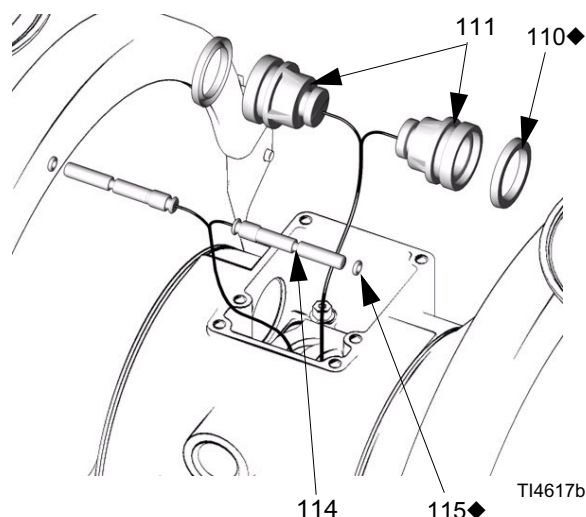

Рис. 8
4. Извлеките два приводных поршня (111). Извлеките из поршней П-образные кольца (110). Вытащите направляющие стержни (114). Извлеките из направляющих стержней уплотнительные кольца (115). Смотрите Рис. 8.